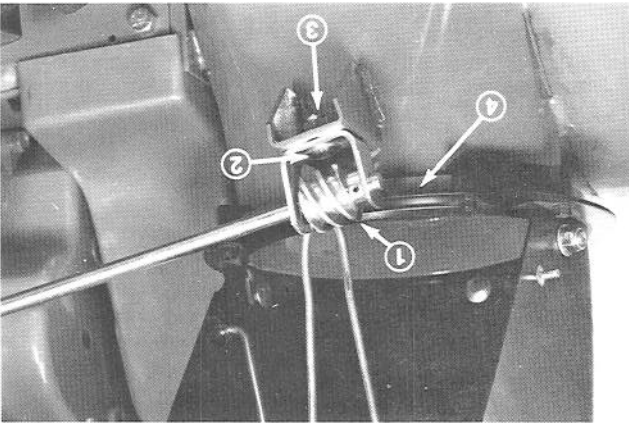

Figure 4
5. Appliquez de la graisse pour roulements no 2 sur la roue d'engrenage de vis sans fin (Fig. 4). Ensuite, fixez le support de vis sans fin et la vis sans fin sur le dessus de la colerette de montage à l'aide du boulon de carrossier, de la rondelle pyramidale et de l'écrou de blocage conique (Fig. 4). Ne serrez pas l'écrou de blocage.